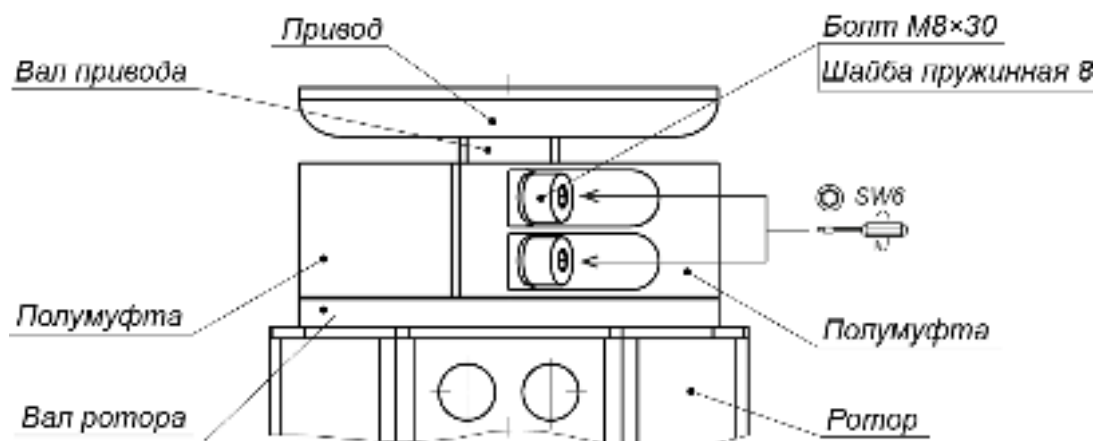

Рисунок 19. Муфтовое соединение (4) вала привода исполнительного механизма с валом ротора (1)
- Соедините верхний вал ротора с валом привода исполнительного механизма двумя полумуфтами и четырьмя болтами M8×30 с пружинными шайбами (ключ SW6) (см. рис. 19).
2. Снимите полумуфты (см. рис. 19), отвернув 4 болта М8 муфтового соединения (4). Будьте осторожны! Удерживайте ротор и полумуфты от падения.